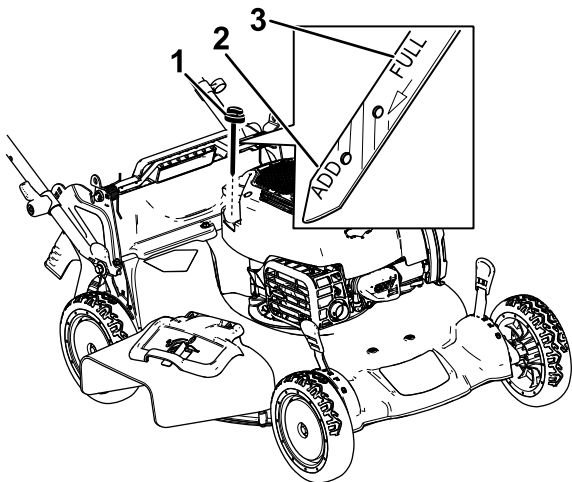

Figure 12
2. Tournez le bouchon dans le sens antihoraire et sortez la jauge (Figure 12).
5. Relevez le niveau d'huile indiqué sur la jauge (Figure 12).
- Si le niveau d'huile est trop bas, (Figure 12), versez avec précaution une petite quantité d'huile détergente SAE 30 ou SAE 10W-30 dans le tube de remplissage, attendez 3 minutes puis répétez les opérations 3 à 5 jusqu'à ce que le niveau d'huile correct soit atteint.
- Si le niveau d'huile est trop élevé (Figure 12), vidangez l'excédent d'huile jusqu'à obtention du niveau d'huile correct sur la jauge ; voir Vidange de l'huile moteur (page 24).